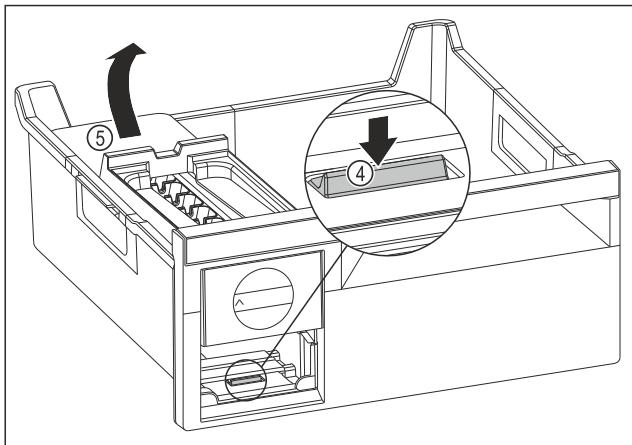

Fig. 136
- Вийняти корпус EasyTwist-Ice: натиснути накладку Fig. 136 (4) пальцем вниз і одночасно підняти корпус EasyTwist-Ice Fig. 136 (5) ззаду іншою рукою.